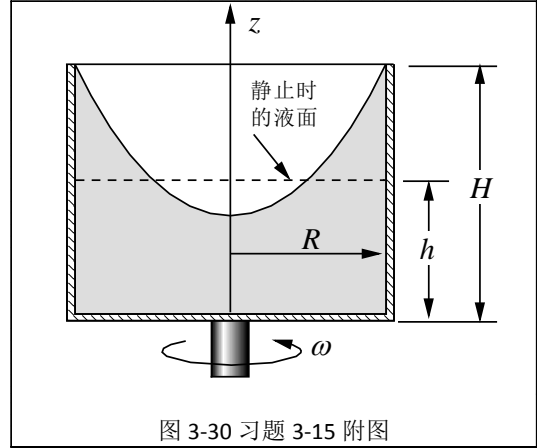

图 3-30 习题 3-15 附图
**3-15** 一敞口圆筒容器绕其立轴等速旋转，如图 3-30 所示。已知容器半径  $R=150\text{mm}$ ，高度  $H=500\text{mm}$ ，静止时液面高度  $h=300\text{mm}$ ，问当转速  $n$  为多少转时，水面恰好达到容器的上缘？